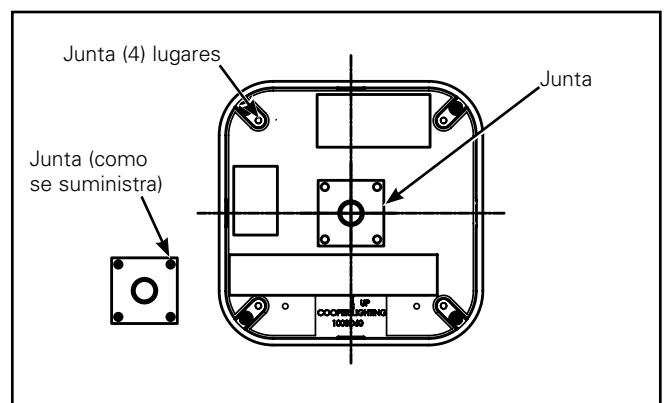

Figura 7. Ubicación de la junta de empotramiento superficial
5. Retire las cuatro juntas en forma de rosquilla del juego de juntas cuadradas incluido. Retire el reverso de cada una de las cuatro juntas en forma de rosquilla y colóquelas en el lado trasero del alojamiento empotrado en cada uno de los cuatro orificios de montaje (la junta tiene adhesivo en uno de los lados). Use la junta cuadrada restante para sellar el alojamiento a la caja de derivación. (Figura 7.)